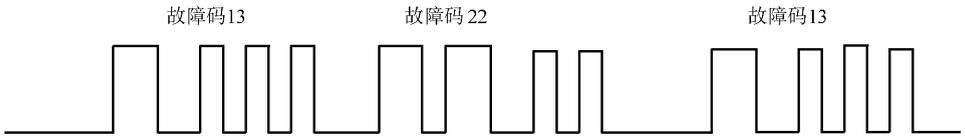

图 6-3 故障码显示规律
(2) 接通点火开关，但不使发动机运转。观察故障指示灯闪烁显示的故障码，长闪烁次数表示故障码的十位数数字；短闪烁的次数，表示故障码的个位数数字。如图 6-3 所示。若有多个故障码，则按从小到大的次序排列。